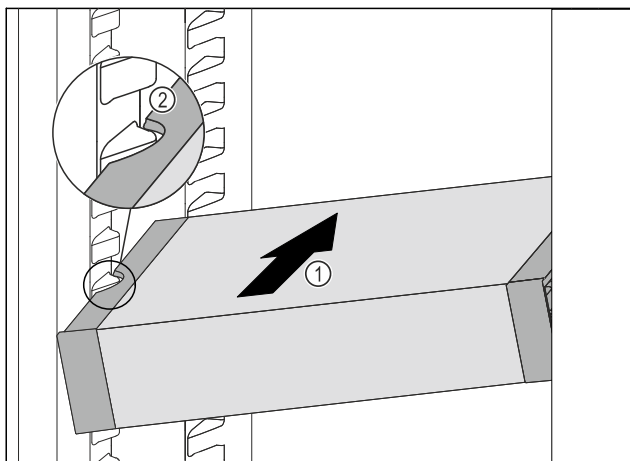

Fig. 82
- ▶ VarioSafe schräg in das Kühlteil einschieben Fig. 82 (1), bis sich die seitlichen Aussparungen Fig. 82 (2) des VarioSafes auf Höhe der Behälterrippe im Kühlteil befinden.